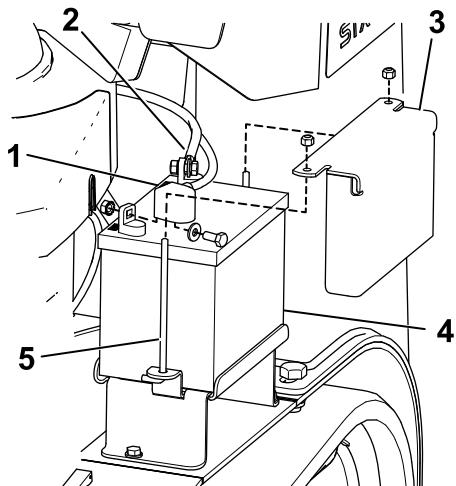

Figura 42
3. Togliete il cappuccio di gomma nero dal cavo negativo. Staccate il cavo negativo della batteria dal morsetto negativo (-) della batteria (Figura 42).
4. Sfilate la guaina rossa del morsetto dal morsetto positivo (rosso) della batteria. Togliete quindi il cavo positivo (rosso) della batteria (Figura 42).
5. Rimuovete la piastra di tenuta, i bulloni a J e i dadi di bloccaggio che fissano la batteria (Figura 42) e rimuovete la batteria.
1. Utilizzate i fermi rimossi in precedenza per montare il cavo positivo (rosso) sul morsetto positivo (+) della batteria (Figura 42).
3. Utilizzate i fermi rimossi in precedenza per montare il cavo negativo (nero) sul morsetto negativo (-) della batteria (Figura 42).
4. Assicurate la batteria con la barra e i dadi ad alette (Figura 42).